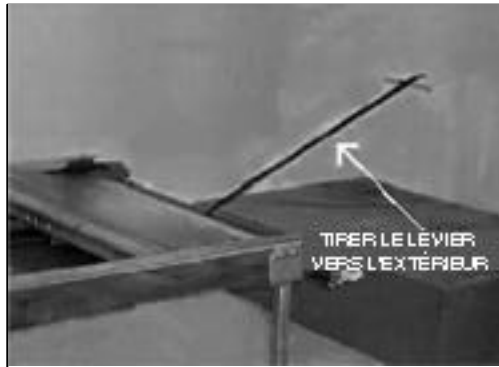

FIGURE 3-8: TIRER LE LEVIER VERS L'EXTÉRIEUR
- 7) Voir la **Figure 3-8**. Tirer le levier de commande manuelle VERS L'EXTÉRIEUR pour étendre la rampe.